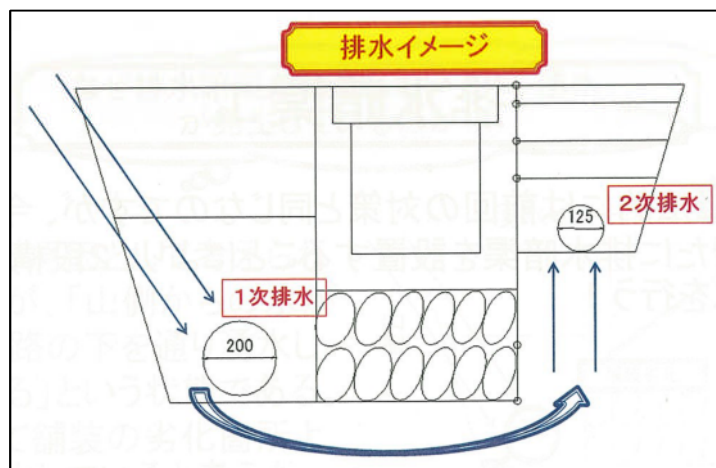

図4 新暗渠排水イメージ図
以下に競合相手の行ったプレゼンの概要を示す。相手は、湧水が対策を行ったにもかかわらず、継続的に発生している原因としては、①山側からの水を集水ポラコンパイプですべて拾いきれず、側溝の下を通り舗装劣化の箇所からあふれ出している。②さらに上流の山側からの地下水が起因となって、側溝と舗装の境目が水の通り道となっている。という二つを考え、新たな集水ポラコンパイプを側溝の道路側に設置することで、2 段構えでの排水を行う工法の提案を行った。(図4) 側溝横の路肩部に施工するため、既存の側溝に排水することができ、また交通への影響もほとんどないと考えた。概算工事費は 40 万円である。